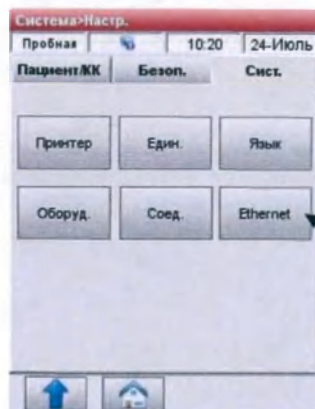

Рис.3-93 Ethernet
2. В меню **<Настройка Система>** нажмите **<Система>** и затем **<Ethernet>** (Рис.3-93).